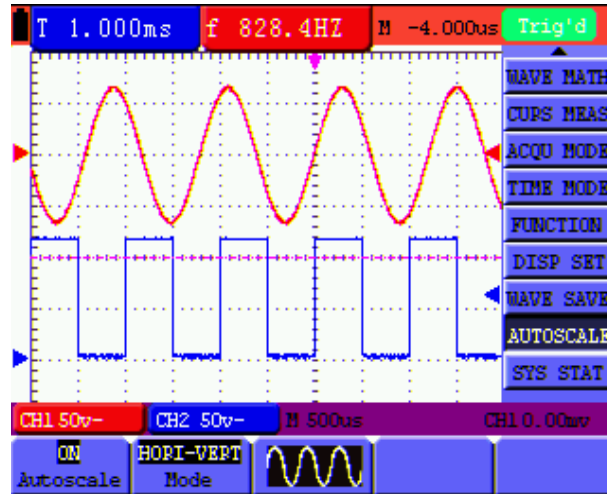

Abbildung 57: Auto-Skalierung von Signalformen mit mehreren Perioden
6. Die Taste **F3** drücken; im unteren Bildschirmbereich erscheint das Zeichen , wie in Abbildung 57 dargestellt ist: